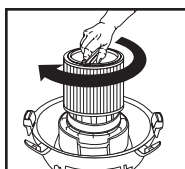

FIGURA 21
41. Sostenga la tapa del depósito con una mano, gire la manija del retenedor del filtro en el sentido de las agujas del reloj para ajustarlo, asegurando el filtro en su lugar. **FIGURA 21.**